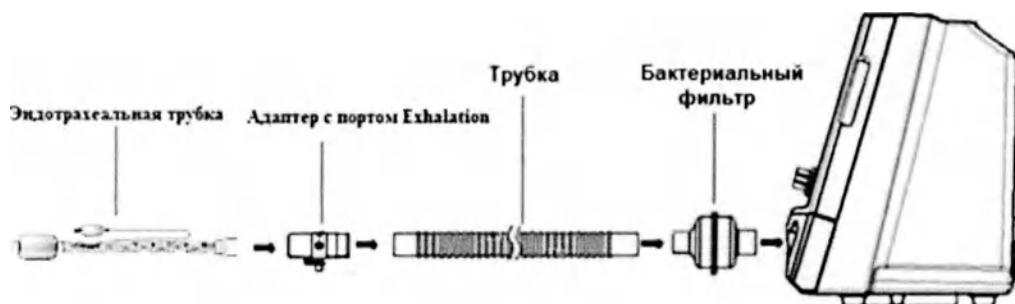

Рисунок 46- Сборка комплекта с эндотрахеальной трубкой*
3. Подсоедините прямой соединитель адаптера с портом Exhalation к дыхательной трубке, а затем - к эндотрахеальной трубке*, как показано на Рис. 46